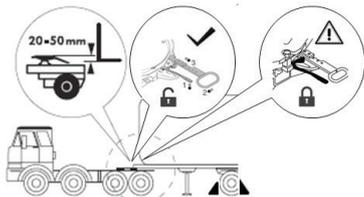
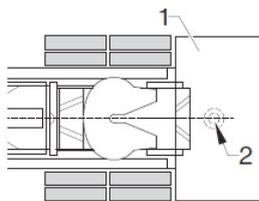

Figura 1
Figura 2
- 2- Verifique se o bloqueio da 5ª roda está aberto. A porta para o pino do semi-atrelado deve abrir-se (consulte a Figura 1).
- 3- Posicione o camião à frente do semi-atrelado. (Consulte a Figura 1 e a Figura 2)
- 4- Posicione o veículo para que haja um espaço de 20 a 50 mm entre o fundo do semi-atrelado e a plataforma da 5ª roda (consulte a Figura 1)